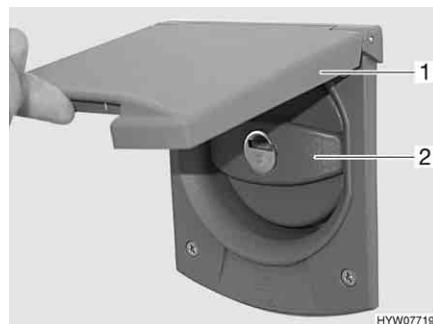

Fig. 149 Coperchio per bocchettone di riempimento dell'acqua potabile
- Alzare lo sportello esterno (Fig. 149,1) verso l'alto.
- Ruotare il coperchio blu (Fig. 149,2) di un quarto di giro.